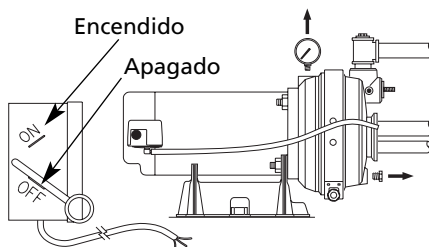

Figura 24
1. Desconecte la alimentación para el motor (véase la Figura 24).
3. Retire el tubo del presostato del conector dentado en el cuerpo de la bomba. Retire el manómetro y el tapón de drenaje, y deje que la bomba drene (véase la Figura 24).